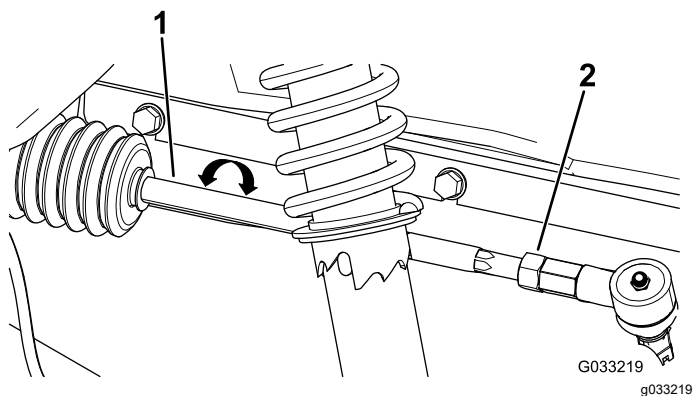

Figura 48
2. Dacă distanța nu se încadrează între 0 și 6 mm, slăbiți contrapiulițele de la capătul exterior al tiranilor (Figura 48).